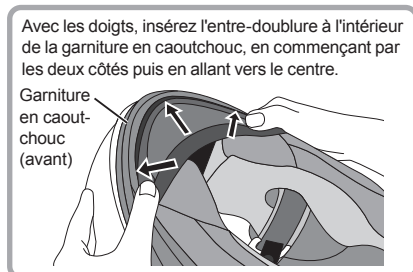

Fig. 3
3. Fixez-le en commençant par les deux côtés puis en allant vers le centre. (Fig.3)